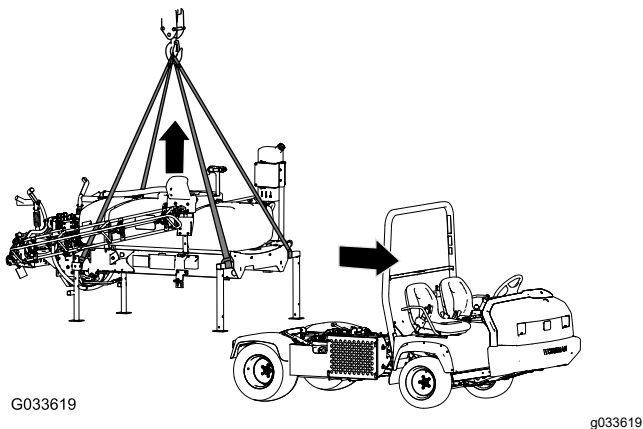

Figura 138
1. Coborâți brațele la aproximativ 45° și pivotai-le înainte (Figura 138).
5. Atașați echipamentul de ridicare la tuburile orizontale ale suporturilor de cric frontale și la suportul vertical al suporturilor de cric posterioare (Figura 138).
7. Ridicați sania rezervoarelor de pe maină suficient de sus pentru a desprinde sania de maină (Figura 138).